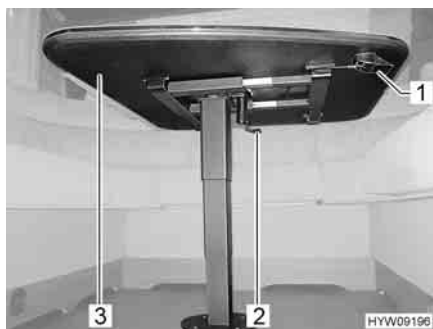

Fig. 61 Tavolo rialzabile
- Tirare o spingere la leva di serraggio (Fig. 61,2) verso il basso.
- Spingere il piano del tavolo (Fig. 61,3) nella posizione desiderata.
- Spingere la leva di serraggio (Fig. 61,2) verso l'alto.
- Premere il pulsante basculante (Fig. 61,1) e mantenerlo premuto.
- Premere verso il basso il piano del tavolo (Fig. 61,3) fino all'arresto. Contemporaneamente premere sul centro del piano del tavolo.
- Rilasciare il pulsante basculante (Fig. 61,1). Il piano del tavolo rimane nella posizione più bassa.
- Premere il pulsante basculante (Fig. 61,1) e mantenerlo premuto. Il piano del tavolo va automaticamente verso l'alto fino al fine corsa.
- Premere verso il basso il piano del tavolo (Fig. 61,3) fino a raggiungere la posizione desiderata. Contemporaneamente premere sul centro del piano del tavolo.
- Rilasciare il pulsante basculante (Fig. 61,1). Il piano del tavolo rimane nella posizione selezionata.